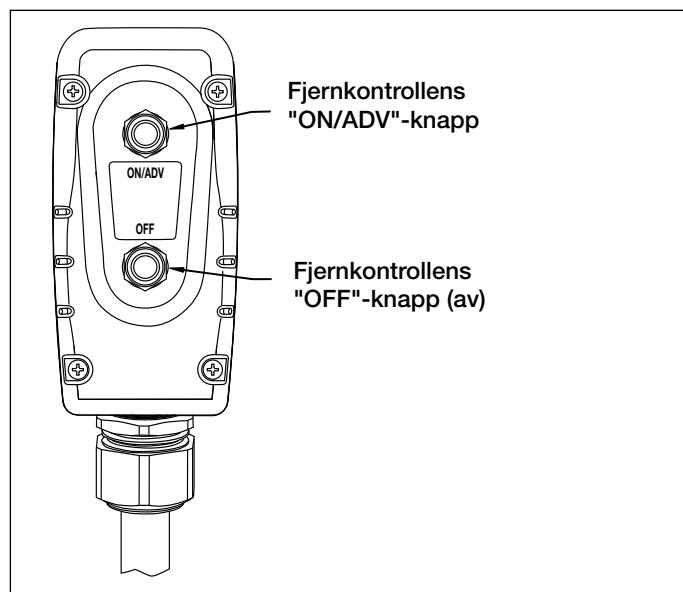

Figur 7, Pumpens kontrollpanel
5.1 Pumpens på/av-bryter (se Figur 7)
- Koble enheten til strøm. Flytt pumpens på/av-bryter til ON (på). Se Figur 7.